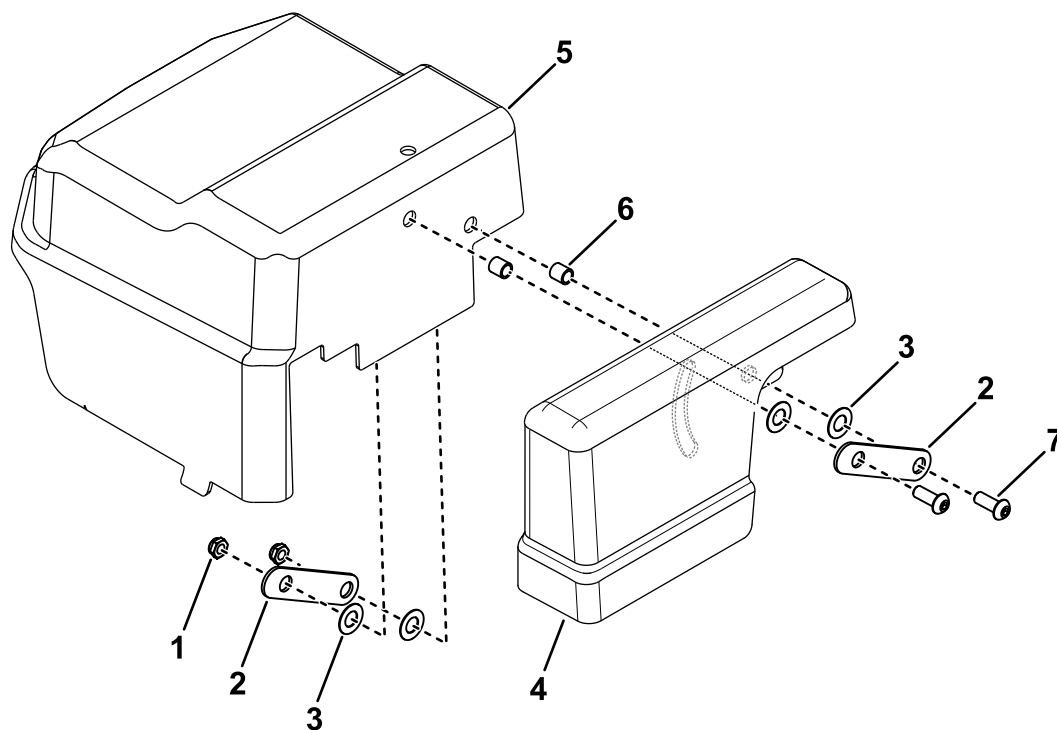

図 3
2. ねじ 2 本、ナット 2 個、ピボットバー 2 本、ワッシャ 4 枚、スペーサ 2 個を使用して、充電ポートカバーを左側カバーに固定する 図 3。